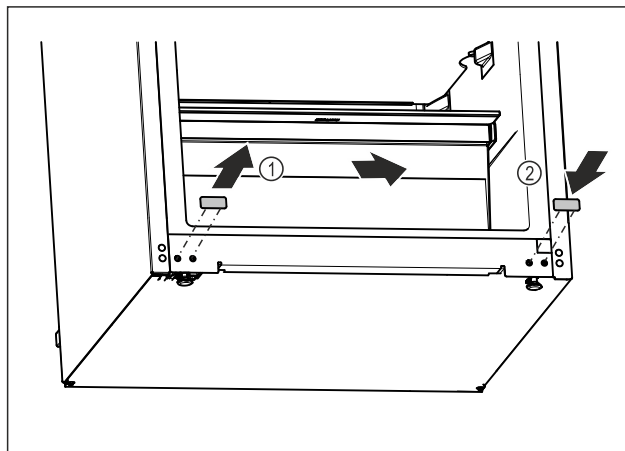

Fig. 17
- ▶ Izvlecite pokrivni čep. Fig. 17 (1)
- ▶ Pokrivni čep vstavite na nasprotni strani. Fig. 17 (2)